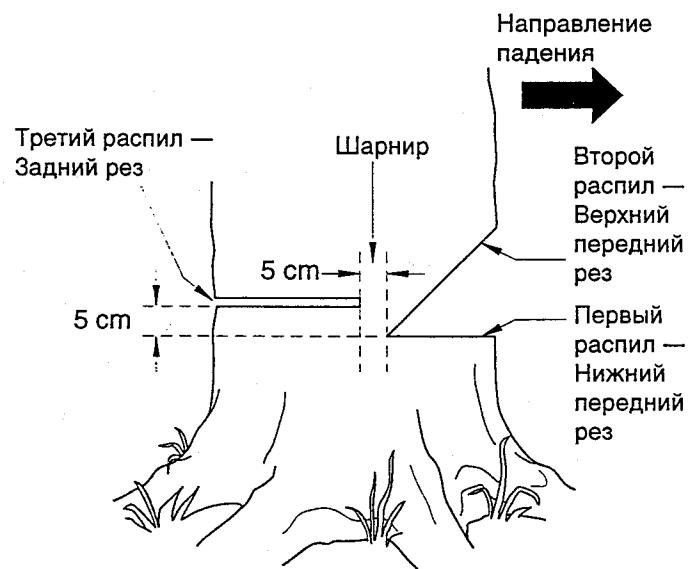

Рис. 13. Валка дерева
Правильно расположенный передний рез определит направление падения дерева. Передний рез должен находиться на той стороне дерева, в направлении которой вы хотите его повалить (рис. 13). Чтобы сделать передний рез, следуйте приведенным ниже инструкциям.
1. Сделайте нижний распил как можно ближе к земле. Держите пилу так, чтобы направляющий стержень находился в горизонтальном положении. Распишите ствол дерева на 1/3 его диаметра (см. рис. 13). *Примечание.* Всегда делайте такой горизонтальный нижний распил первым. Если вы сделаете его вторым, дерево может защемить пилу или направляющий стержень.
3. *Пример.* Если глубина первого распила равна 20 см, начните делать верхний распил на расстоянии 20 см над нижним распилом. Пилите вниз под углом 45°. Верхний распил должен встретиться с концом нижнего распила (см. рис. 13).
1. Сделайте задний рез на расстоянии 5 см над нижним распилом на противоположной стороне дерева (см. рис. 13). Задний рез должен проходить параллельно нижнему распилу.
Не пилите до конца дерева. Оставьте приблизительно 5 см диаметра дерева непропиленным непосредственно перед распилом (см. рис. 13). Этот непропиленный участок действует как шарнир, благодаря которому дерево не разворачивается, а падает в нужном направлении.